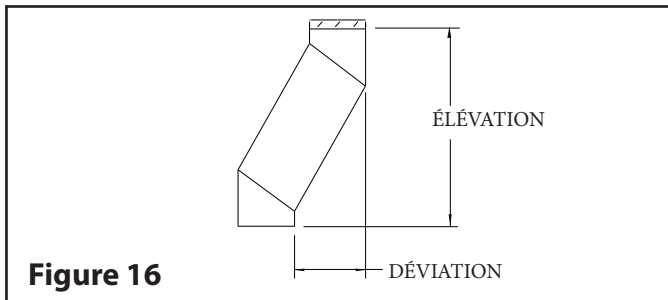

Figure 16
Étape 4. Centrez la cheminée et clouez ou vissez le support au toit ou au plancher au moyen de 8 clous de 2-1/2 po ou de 8 vis à bois no 8 de 1-1/4 po (voir **Figure 16**).